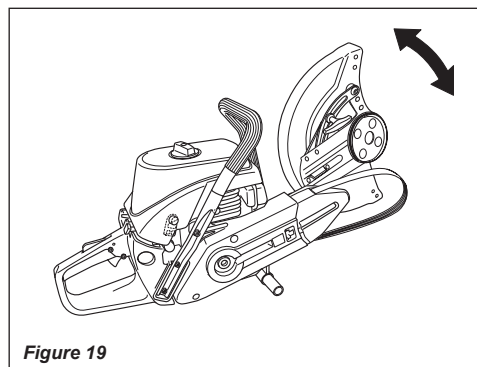

Figure 19
4. Retirer le support de la lame de la surface de montage, faire tourner le support de la lame de 180°, puis réinstaller le support sur le côté droit de la surface de montage. Voir figure 19.